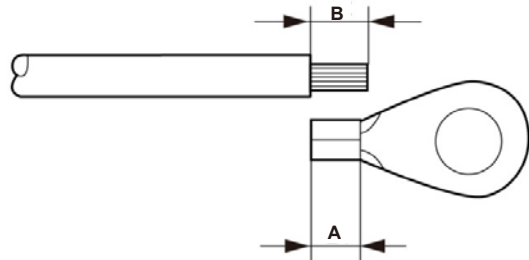

Abbildung 5.8 Geeignete Länge
- 3) Entfernen Sie die Isolierung des Erdungskabels auf eine geeignete Länge (siehe Abbildung 5.8).